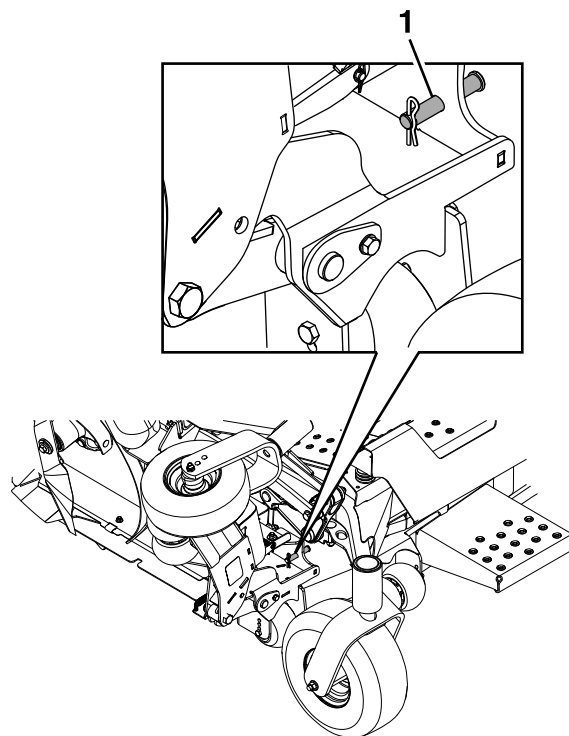

Figure 18
1. Retirez l'axe de chape et la goupille fendue qui bloquent chaque tablier latéral en position levée, et placez-les dans leur emplacement de rangement (Figure 18).